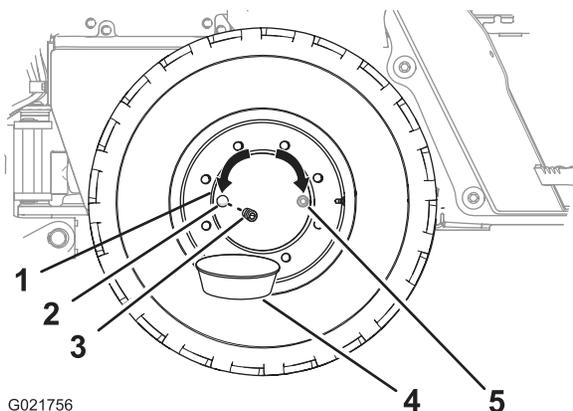

Figura 64
2. Mueva la máquina hacia adelante o hacia atrás hasta que el tapón del cubo de la rueda esté en la posición de las 3 o de las 9 (Figura 64).
8. Instale el tapón en el orificio del cubo de la rueda (Figura 64).
4. Coloque un recipiente de vaciado debajo del orificio de vaciado del cubo de la rueda (Figura 64).
5. Retire el tapón del cubo de la rueda (Figura 64).
6. Compruebe que el nivel de aceite llega a la parte inferior de la rosca del orificio de aceite (Figura 64).